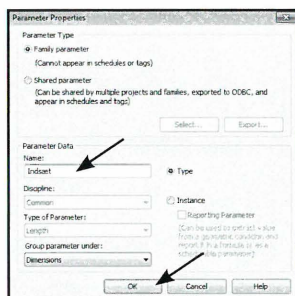

Fig. 08.14. Navngiv parameteren, eksempelvis Indsæt.
- Navngiv eksempelvis *Indsæt* (Fig. 08.14) og tryk *OK*.